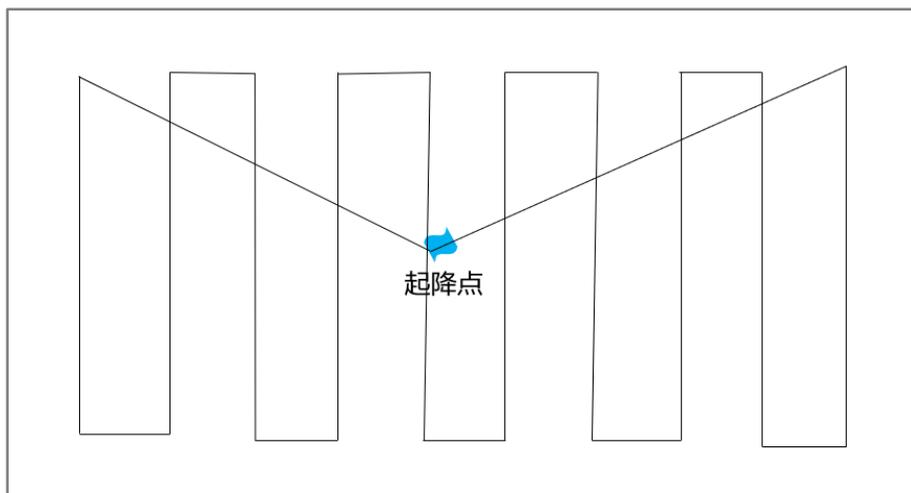

图 11 建议航线设计图
4. 航线方向根据测区范围形状确定，每条航线两端应超出测区外约 30m 用于飞行平台调整调头，保证飞行平台平稳进入测区航线以保证测区数据质量；加减速、转弯换航带、起飞降落时的点云数据建议删除。建议航线设计如图 11 所示。